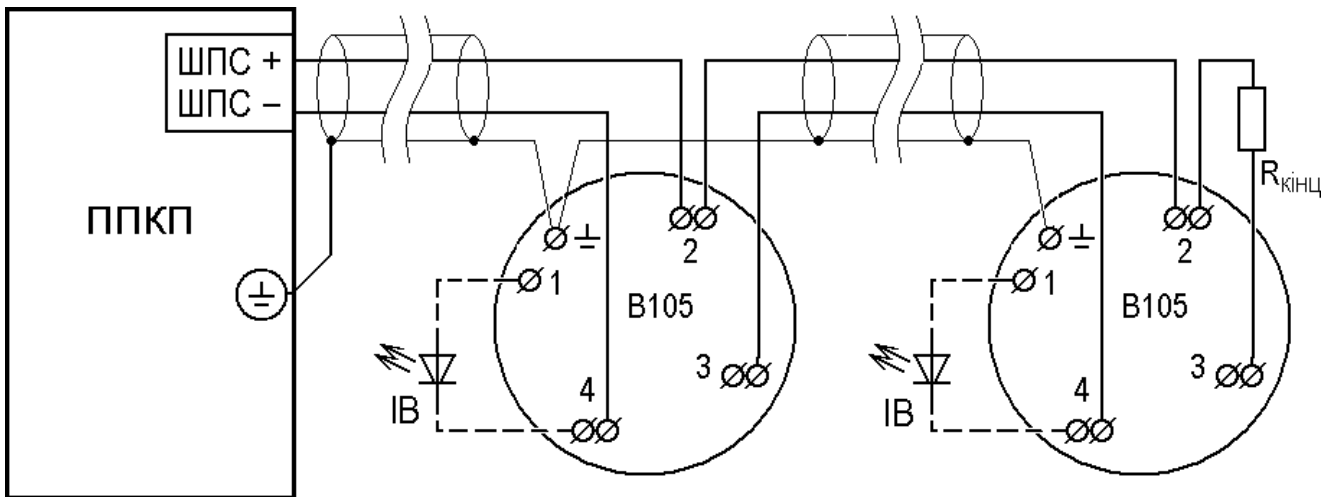

Рис. 3 Схема підключення сповіщувачів Art-SP2 з базами B105 в шлейф ППКП
6.7 Схема підключення сповіщувача до ППКП приведена на рис. 3.